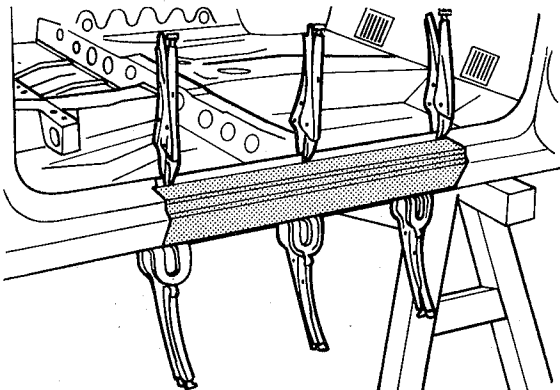

fig. 115
7. Posicionar a nova seção do painel, e fixá-la com grampos (fig. 115)